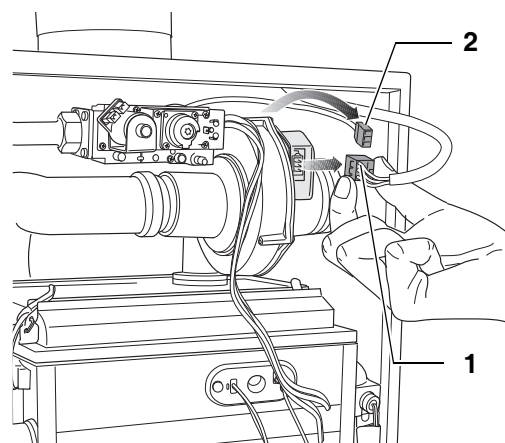

Fig. 84 Allentare le spine del ventilatore
- Estrarre la spina per il collegamento alla rete (fig. 84, pos. 1) sul ventilatore.
- Estrarre la spina dei cavi (fig. 84, pos. 2) sul ventilatore. Per procedere in questo senso, allentare il dispositivo di bloccaggio sulla spina, esercitando una leggera pressione.